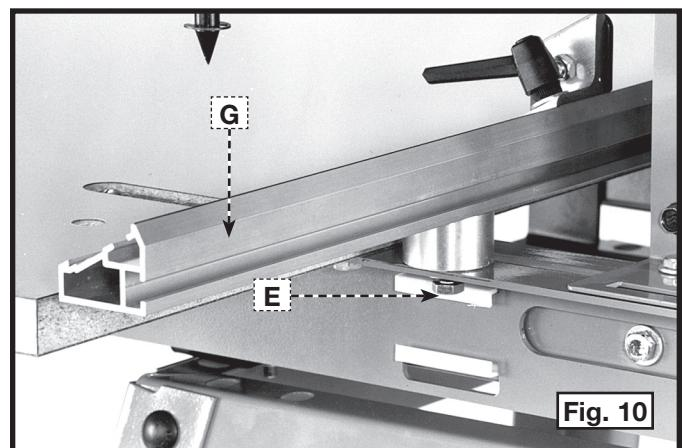
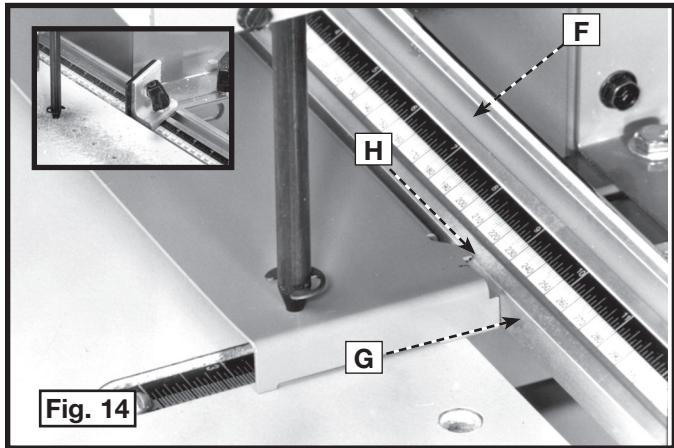

Fig. 10
Fig. 14
4. Le guide (G), rattaché au dispositif de fixation de la table, est illustré en figure 10.
6. Desserez les deux vis (E), fig. 10, qui rattachent le guide (F), fig. 14, à la machine. Déplacez le guide (F) jusqu'à ce que sa surface avant touche le gabarit au point (G) à chaque extrémité du gabarit. Déplacez le guide vers la gauche ou la droite jusqu'à ce que la butée de guide droite (réglée à l'**ÉTAPE 1**, voir encadré, fig. 14) touche le gabarit au point (H), fig. 14. Resserrez les fixations d'installation du guide.